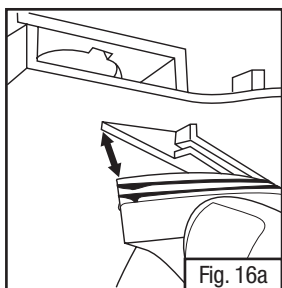
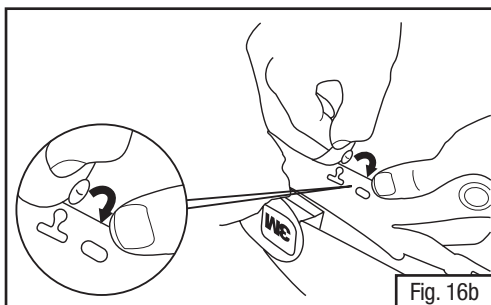

Fig. 16a
Fig. 16b
- Para instalar a vedação da testa, agarre com firmeza a vedação preta e alinhe com o equipamento para a cabeça de acordo com a Fig. 16a. **NOTA:** O lado da vedação com brilho deve estar de frente para você (i.e. para fora) quando instalar a vedação. Pressione a vedação com firmeza para dentro da ranhura em pequenas áreas. As duas nervuras da vedação devem ficar completamente inseridas na ranhura. Segure com firmeza a guia de tecido com o botão e dobre para dentro da carneira. Fixe o botão da vedação da testa na carneira (Fig. 16b).